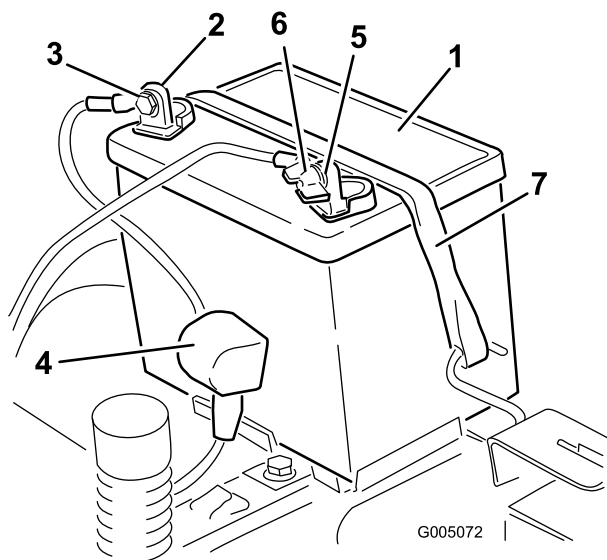

Figura 35
- Desconecte el cable negativo de tierra (negro) del borne de la batería (Figura 35). Guarde todos los herrajes.
5. Deslice hacia arriba la cubierta de goma del cable positivo (rojo). Desconecte el cable positivo (rojo) del borne de la batería (Figura 35). Guarde todos los herrajes.
6. Retire la correa de sujeción de la batería (Figura 35) y levante la batería para retirarla de su bandeja.
1. Coloque la batería en la bandeja (Figura 35).
5. Fije la batería con la correa de sujeción (Figura 35).